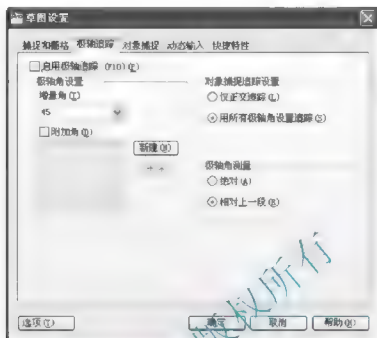

图 3.87 设置【极轴追踪】选项卡
(1) 将 0 图层设置为当前层。
(2) 按 1:1 的比例绘制标高图形。
① 绘制 15mm 长的水平线。
② 将该水平线向下偏移 3mm。
③ 右击【极轴】按钮，在弹出的快捷菜单中选择【设置】选项，打开【草图设置】对话框，【极轴追踪】选项卡中的参数设置如图 3.87 所示。